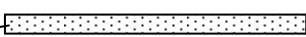

Fig.2 指輸入 by finger
- 橡膠尖端 Sharp of rubber end : R8 硬度 Hardness 60°(Refer fig.2)